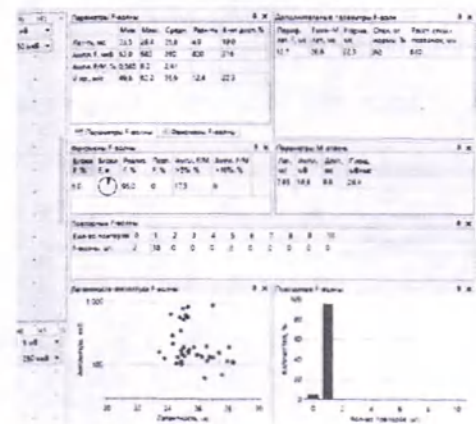

Рис. 142. Оценка параметров F-волны по таблицам анализа
4. Оцените параметры F-волны по таблицам анализа (рис. 142).